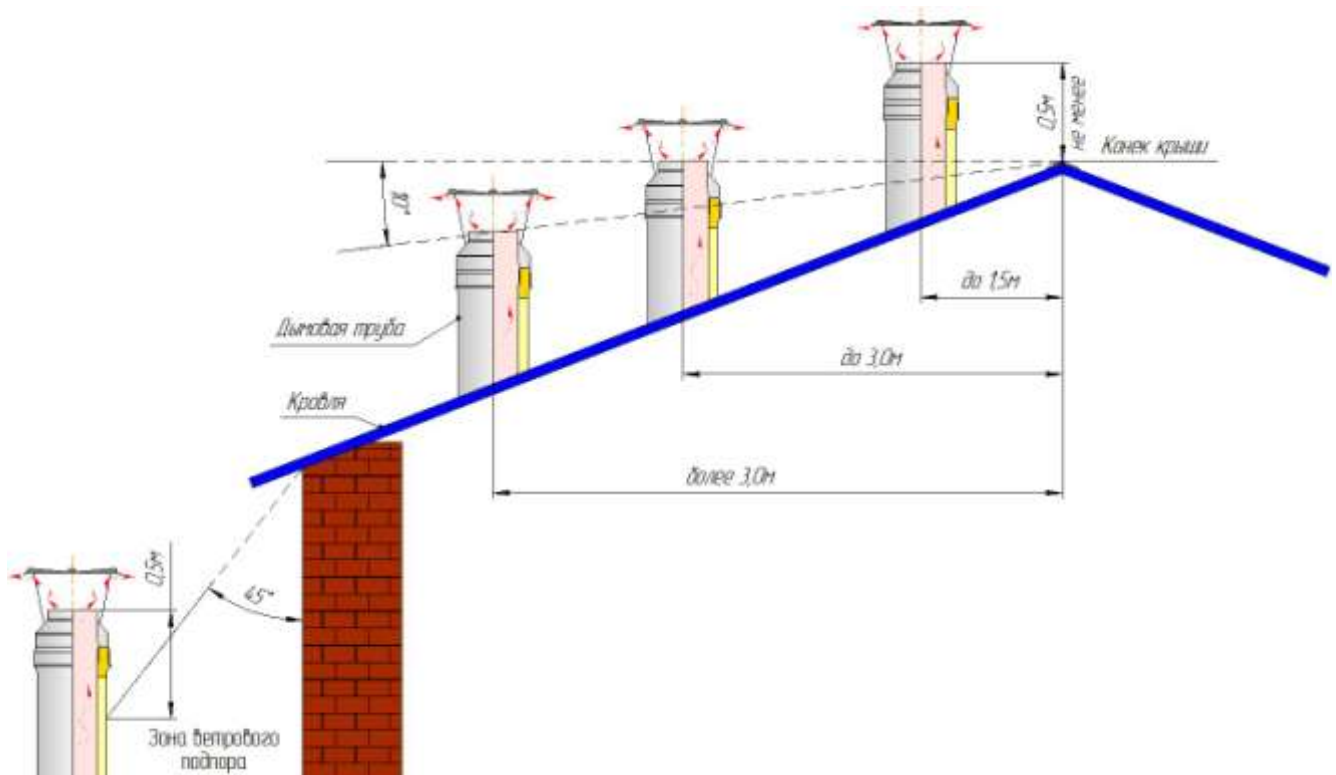

Рис. 4. Схема определения высоты наружной части дымовой трубы. (Согласно СНиП 41-01-2003.)
2.4. Возвышение дымовой трубы над кровлей следует принимать (Рис. 4):